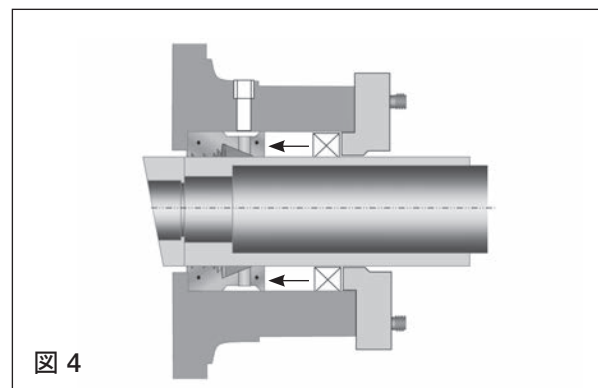

図 4
4. 各パッキンリングをスタッフィングボックスに挿入し、パッキングランドを使用してボックス内で届くところまで押し込みます (図4)。チェスタートンのタンピングツールを使いリングをSpiralTrac装置に着座させます。90° の間隔で次のリング継手をずらします。